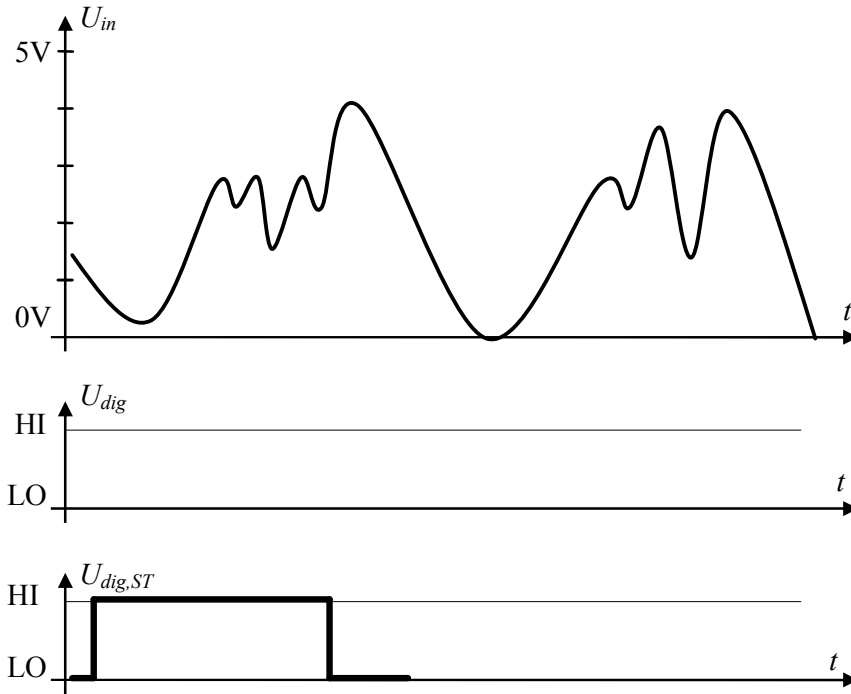

Abbildung 1
Gegeben ist der Spannungsverlauf  $U_{in}$  in Abbildung 1:
Angenommen Sie legen  $U_{in}$  am Eingang eines Schmitt Trigger an und erhalten am Ausgang die in Abbildung 1 unten dargestellte Spannung  $U_{dig,ST}$ .
- (f) Vervollständigen Sie den Verlauf der Spannung  $U_{dig,ST}$  in Abbildung 1 unten!